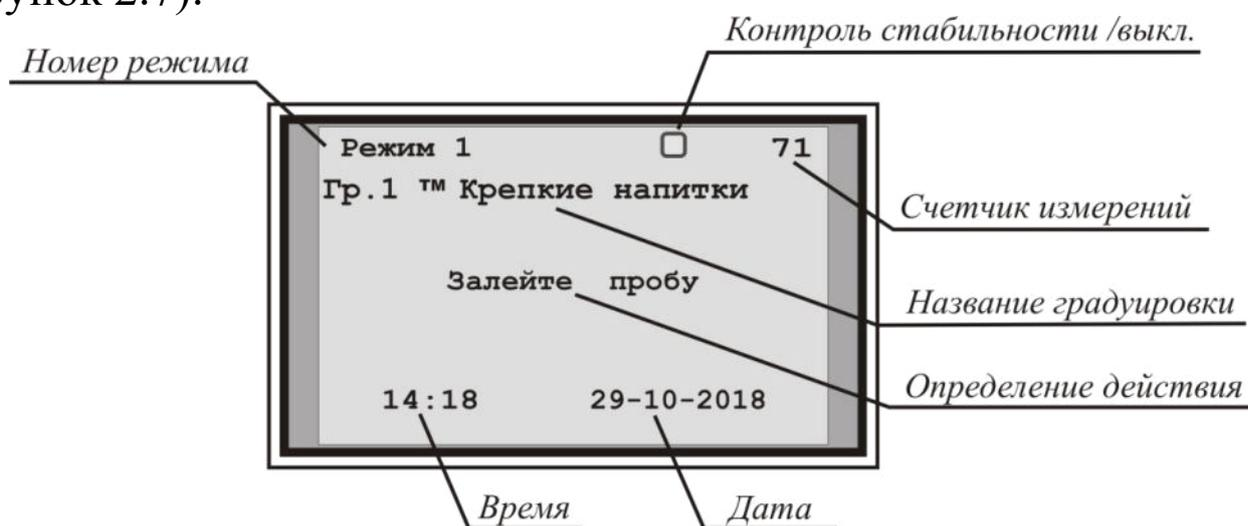

Рисунок 2.7
2.5.2 Перед измерениями пользователь имеет возможность установить настройки анализатора в зависимости от объекта измерения и необходимого вида получения результатов. Для этого следует войти в Меню прибора и установить соответствующую градуировку и индицируемые показатели, которые требуются пользователю. В случае отсутствия заводской градуировки расчет требуемых показателей пользователь проводит самостоятельно. После выхода в режим готовности индикатор имеет следующий вид (рисунок 2.7):